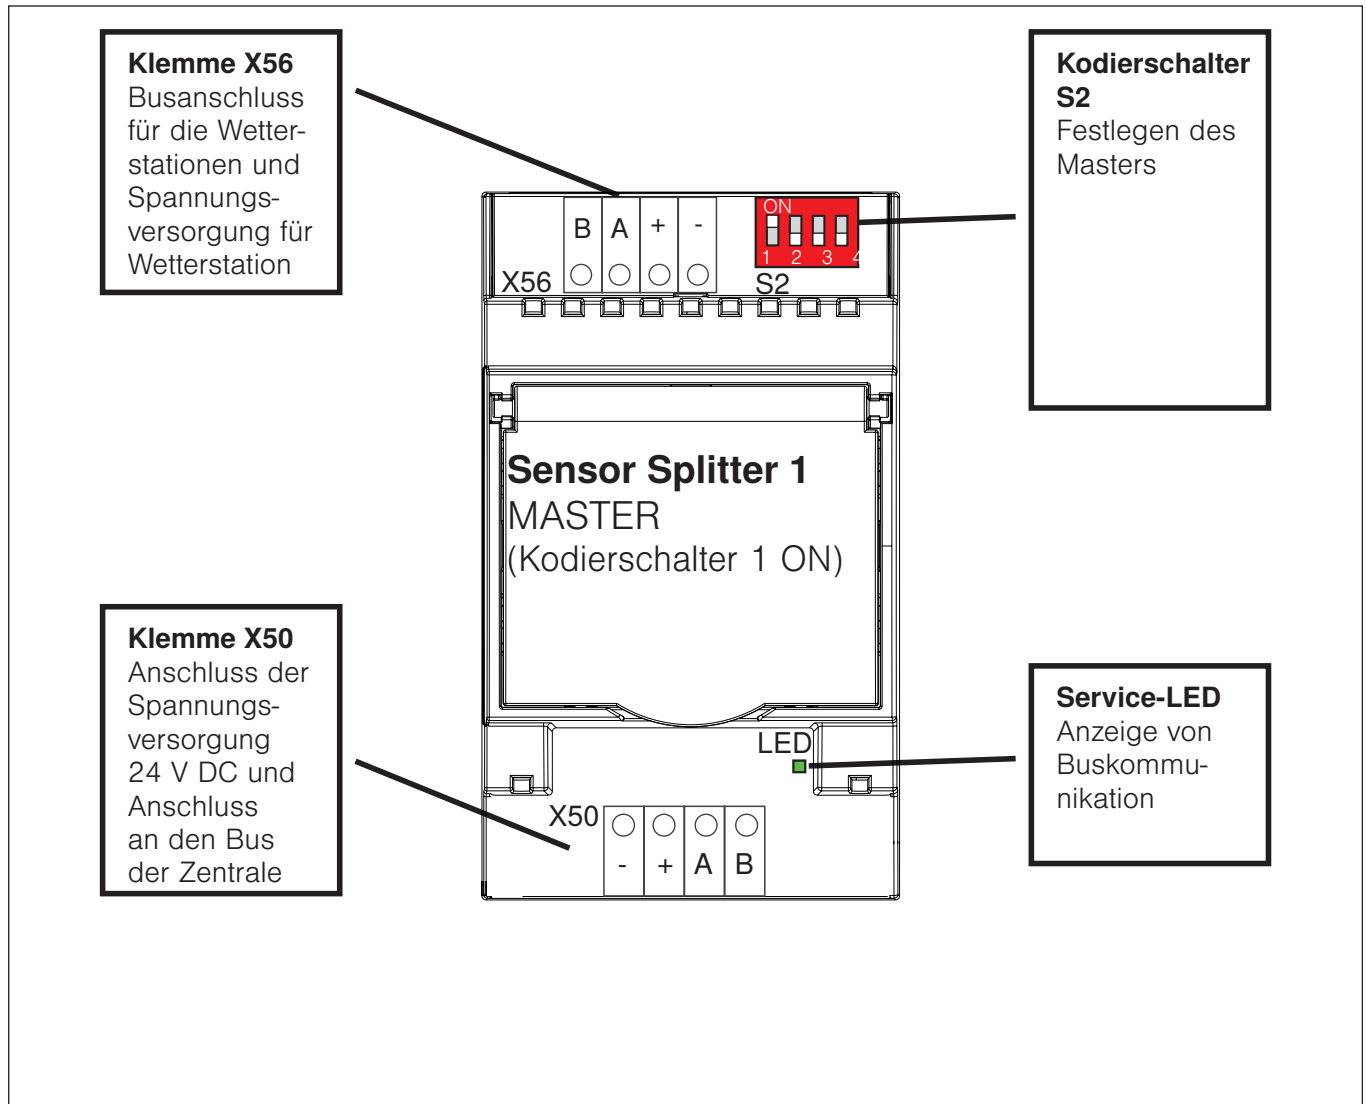

Abb. 6 Alle Anschlüsse auf einen Blick
- ▶ **Verwechseln Sie keinesfalls die Anschlüsse des Busses der Zentrale (Klemme X50) mit den Busanschlüssen für die Wetterstationen (Klemme X56). Siehe Abb. 6 auf Seite 15.**